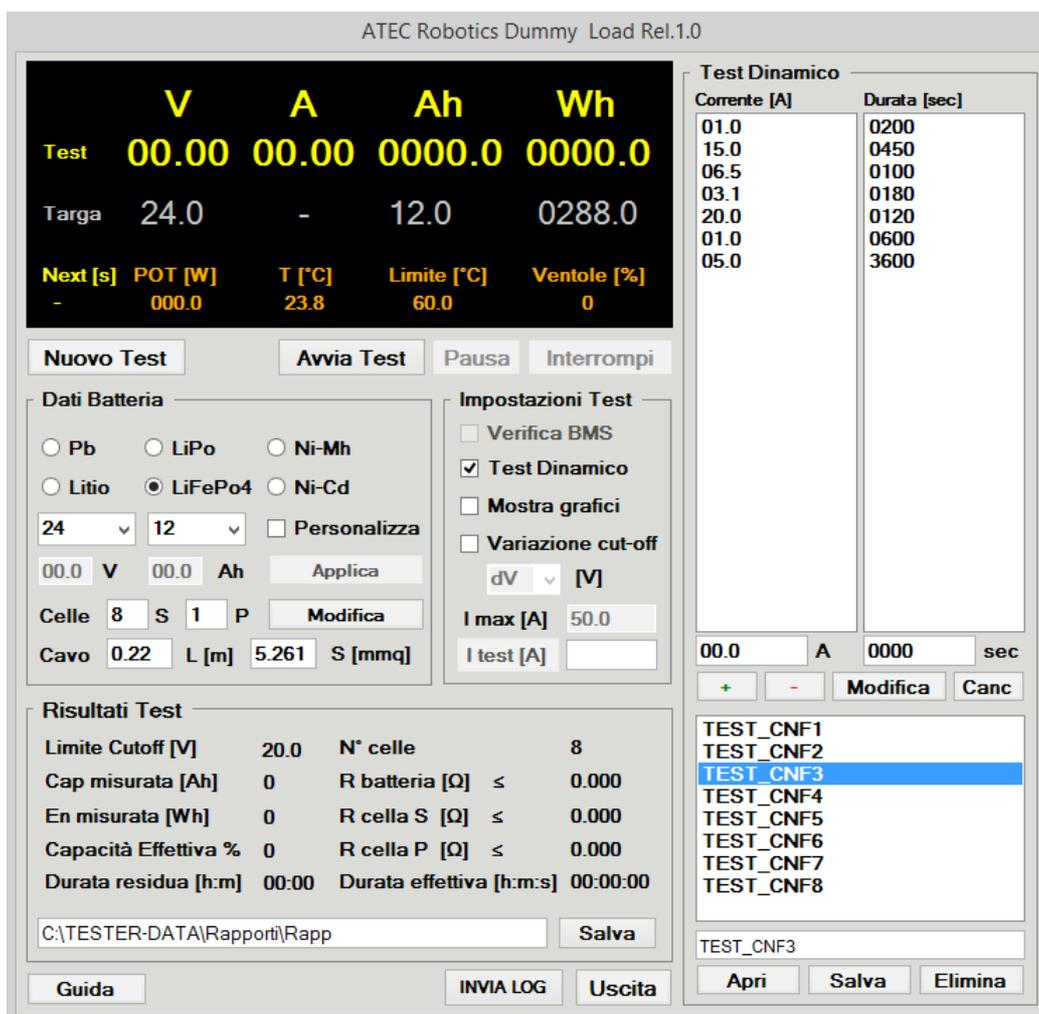

Fig.21 – Selezione del test dinamico
Il test dinamico (Fig.21) consente di impostare la corrente di test, simulando situazioni reali in cui la batteria è sottoposta a richieste variabili di corrente. Per effettuare il test dinamico:
- Impostare un test dinamico (vedi paragrafo "**Come impostare un test dinamico**"). Qualora siano presenti configurazioni di test utilizzate e salvate in precedenza, esse vengono caricate e rese disponibili in automatico dal sistema nella lista delle configurazioni di test (ad esempio, in Fig.21 si mostrano le otto configurazioni caricate dal sistema). E' possibile aprire una configurazione di test con un doppio click del tasto sinistro del mouse (in alternativa, selezionare la configurazione di test e premere il pulsante "**Apri**")